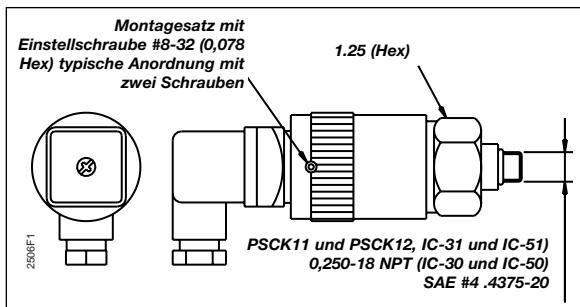

Abbildung 1
- Für die Druckeinstellung zunächst die Einstellschrauben an der Einstellhülse lockern. (Siehe Abbildung 1.) Den Sechskantkörper mit einem Maulschlüssel erfassen. Die Einstellhülse mit der Hand nach rechts drehen, um den Sollwert zu erhöhen, bzw. nach links, um den Sollwert zu verringern.